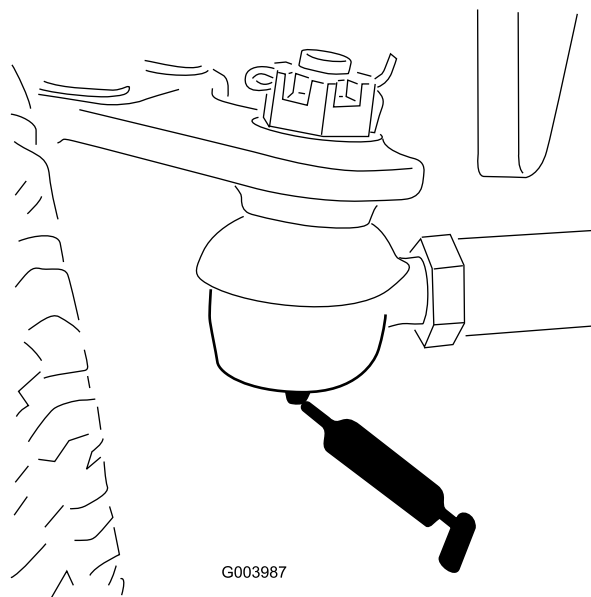

Figura 50
- Tirante del eje trasero (2) (Figura 50)